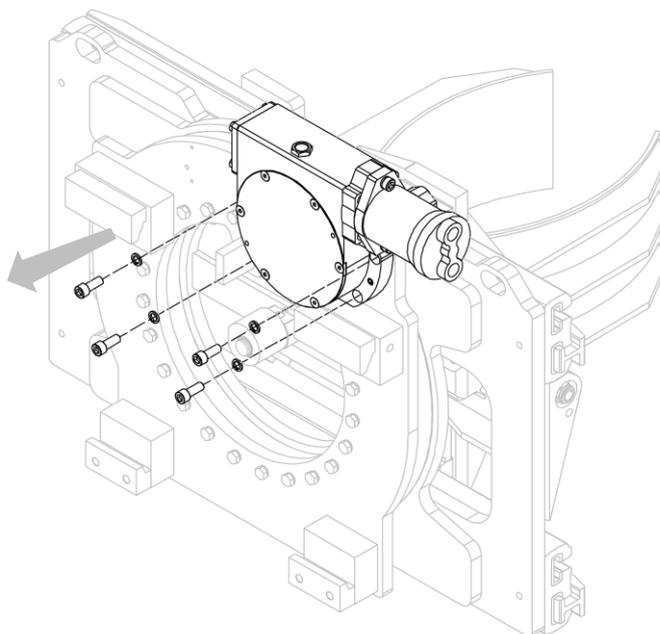

Figure 42
3. Retirer le groupe réducteur-moteur de la structure de l'équipement après avoir dévissé les vis correspondantes (voir *Figure 42*).